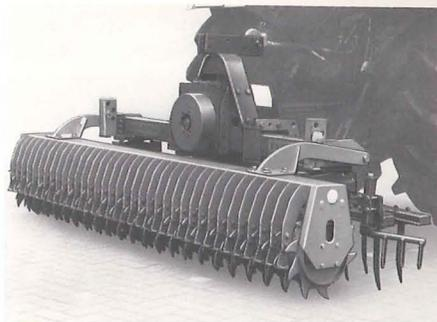

Fig. 18
**4.2 Rouleau-packer AMAZONE** – Diamètre extérieur 420 mm ou 500 mm avec supports de réglage en hauteur et décrotteur (voir paragraphe 3.4 et fig. 18).